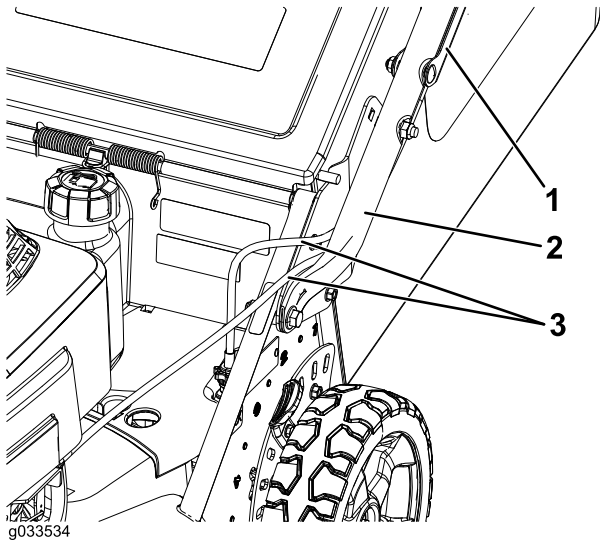

図 4
- コントロールケーブルは、損傷ないようにデッキとハンドルとの間に配設する **図 4**。